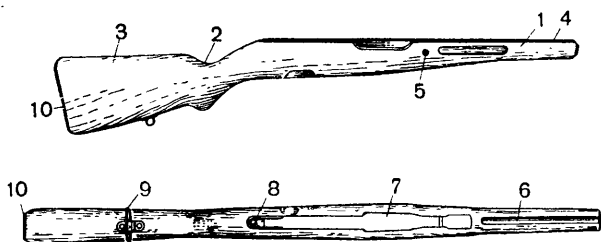

Рис. 44. Ложа:
32. Ложа (рис. 44) служит для удобства действия. Она имеет: цевье, шейку и приклад.